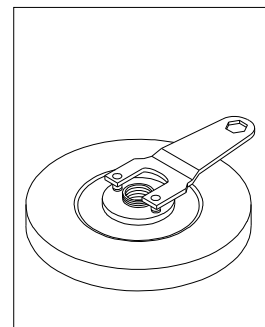

Рис. 6.11.4
- (3) Для того, чтобы крепко затянуть гайку, используйте Y-образный гаечный ключ (вращение по часовой стрелке - ослабить гайку; против часовой стрелки - затянуть гайку), как показано на рис. 6.11.4